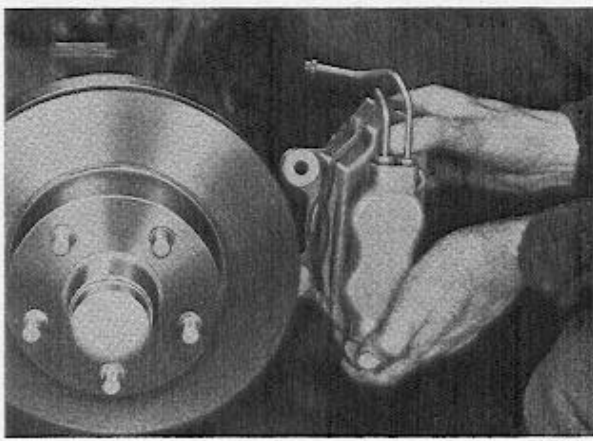

Abb. 17 Ausbau des Bremssattels
3. Bremsleitung (6), Abb. 16, abschrauben und den Anschluß mit einem Stopfen abdichten. Bremsflüssigkeit darf nicht auf die Bremsscheibe oder Bremsklötze herauslaufen. Sicherungsblech (4) aufbiegen und die Befestigungsschrauben (3 und 5) lösen. Bremssattel komplett abnehmen, siehe Abb. 17.